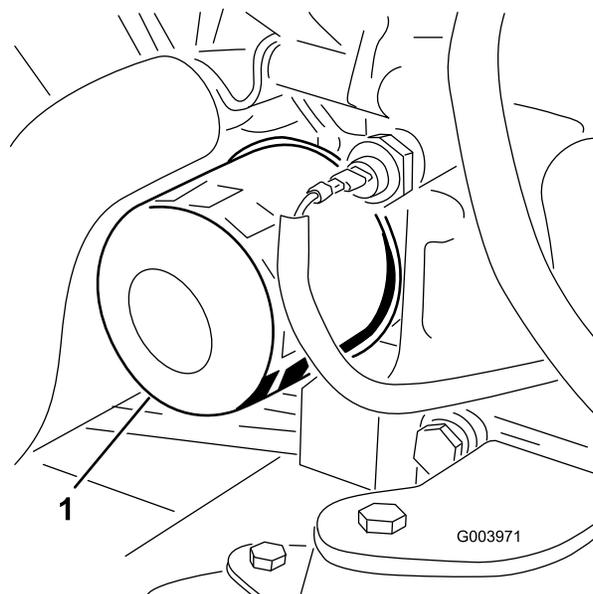

Figura 62
3. Retire o filtro do óleo (Figura 62).